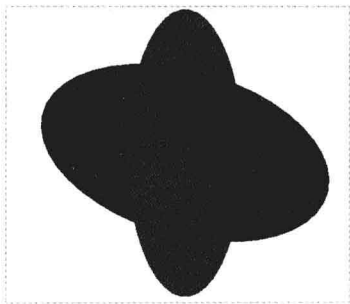

图 9-30 修剪曲线
Step 04 单击“应用并保存在工具中所做的所有更改，然后关闭工具操控板”按钮, 即可修剪曲线，如图 9-30 所示。